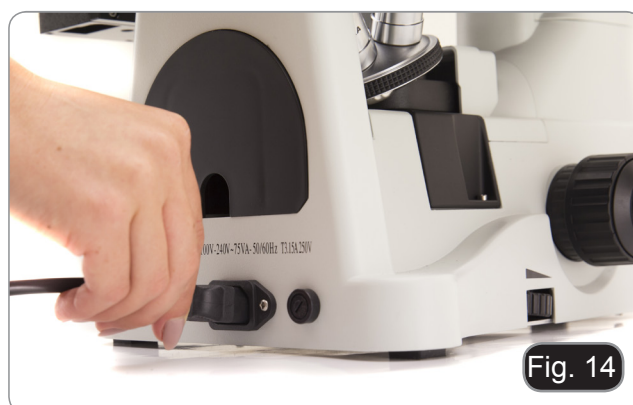

Fig. 14
2. Inserire il cavo nella presa di alimentazione del microscopio. (Fig.14)